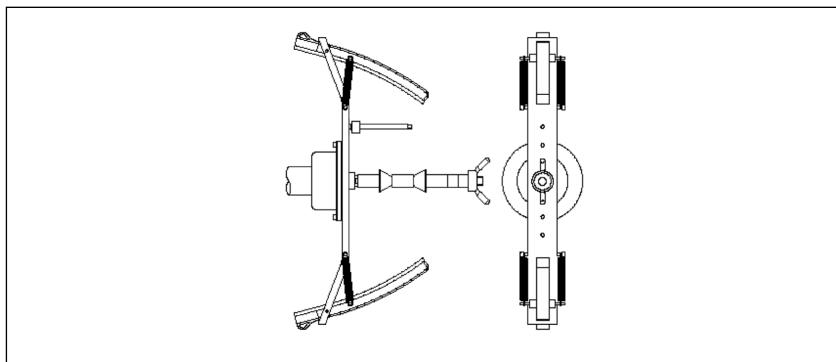

图 F4.3 在摩夹内侧放置校准平衡块 (Cal3 阶段)
10) 旋转结束后机器会显示 **cal--h12**。如图 F4.3 所示将校准平衡块放置在外侧标识有“CAL”的孔内；图 F4.3 在摩夹内侧放置校准平衡块 (Cal3 阶段)
- 11) 如图 F4.3 所示将顶端放置有校准平衡块的摩夹调整至竖直状态，按动按键 [P8]  或放下防护罩。如果摩夹方向明显不是竖直状态，机器将不会启动而会发生三声错误信息提示音。